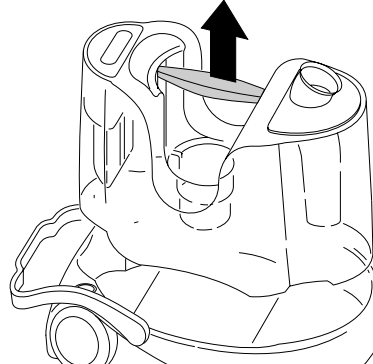

fig. 3
- Extrair o reservatório de recolha dos sólidos e líquidos H utilizando a respectiva asa fixada ao reservatório (fig. 3).